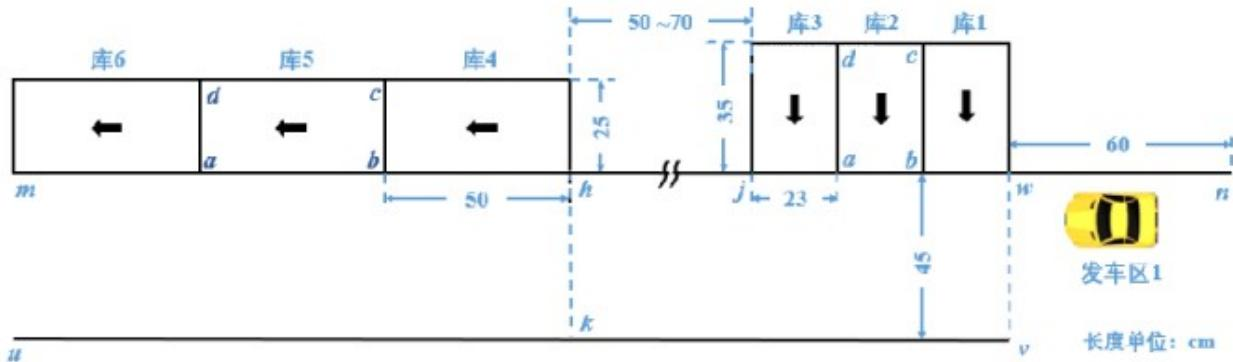
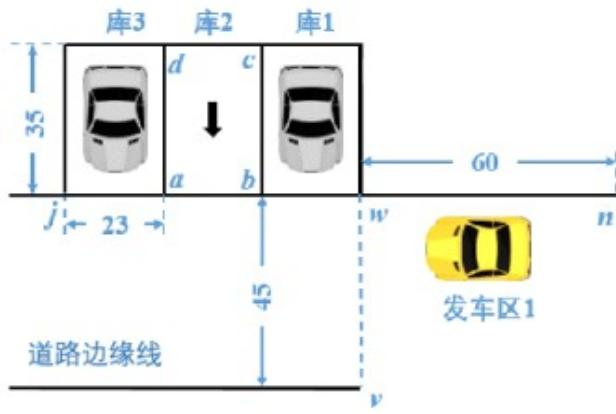
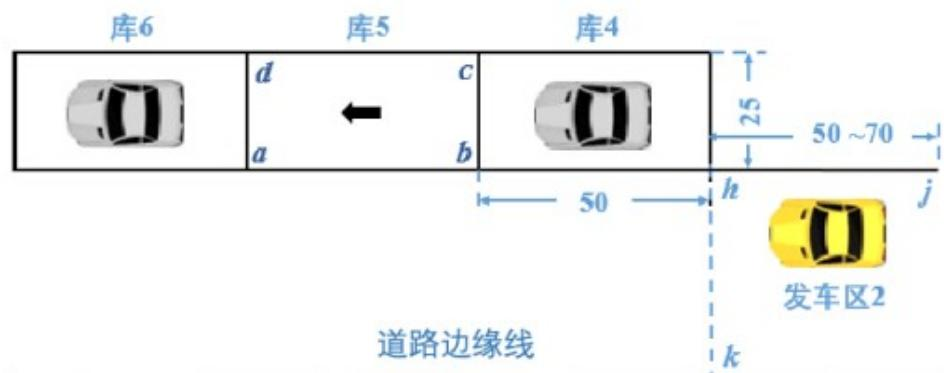

图 1 作品测试泊车场地示意图
图 2 倒车入库/出库区域示意图
图 3 侧方入库/出库区域示意图
设计制作具有自动泊车功能的电动车，可在图 1 所示的作品测试泊车场地上，分别独立完成“倒车入库/出库”或“侧方入库/出库”的单项操作，也可连续完成这两项入库/出库的操作。
- (1) 单项倒车入库/出库①：如图 2 所示，一键启动摆放在“发车区 1”内的电动车，电动车以“右侧垂直泊车方式”自动倒车进入库 2 内居中位置停车（详见图 2 中库区 abcd，此时库 1、库 3 内均停有车辆），倒车入库时间 T_1 越短越好 (T_1 定义见本题说明， $T_1 > 30s$ 的 T_1 测试项成绩记 0 分)。电动车在库内停车到位 5s 后，沿车头方向右转出库，车身整体出库时间不超过 15s。(20 分)
(2) 单项侧方入库/出库①：如图 3 所示，一键启动摆放在“发车区 2”内的电动车，电动车以“右侧平行泊车方式”自动泊入库 5 内居中位置停车（详见图 3 中库区 abcd，此时库 4、库 6 内均停有车辆），侧方入库时间 T_2 越短越好 (T_2 定义见本题说明， $T_2 > 30s$ 的 T_2 测试项成绩记 0 分)。电动车在库内停车到位 5s 后，沿车头方向出库，车身整体出库时间不超过 15s。（20 分）
- (3) 单项倒车入库/出库②：移除图 2 中库 1、库 3 内停放的车辆，逐条按照第（1）项要求，电动车完成“邻库无车”时的倒车入库/出库。（20 分）
- (4) 单项侧方入库/出库②：移除图 3 中库 4、库 6 内停放的车辆，逐条按照第（2）项要求，电动车完成“邻库无车”时的侧方入库/出库。（20 分）
- (5) 连续倒车与侧方入库/出库①：如果参赛者确认其作品能连续完成第（1）、（2）项功能要求，可直接测试本项，成功完成的将在第（1）、（2）项得分基础上加 5 分。此刻泊车场地（图 1）中的库 1、3、4、6 内均居中停有车辆。电动车自图 1 中“发车区 1”内一键启动泊车，按第（1）、（2）项要求，连续完成自动倒车及侧方入库/出库。（5 分）
- (6) 连续倒车与侧方入库/出库②：如果参赛者确认能够连续完成第（3）、（4）项功能要求，则直接测试第（6）项，成功完成的可在第（3）、（4）项得分基础上加 5 分。此刻同时移除泊车场地（图 1）中的库 1、3、4、6 内所有停放车辆，电动车自图 1 中“发车区 1”内一键启动泊车，按照第（3）、（4）项要求，连续完成自动倒车与侧方入库/出库。（5 分）
- (7) 其他（10 分）
- (8) 设计报告（20 分）
2) 测试场地：赛区测试电动车自动泊车的场地如图 1 所示，单项泊车场地（图 2、图 3）各为赛区测试场地（图 1）的一部分，赛区测试场地不标注蓝色字符和线段，直线段 hj 长度范围 $50\sim 70\text{cm}$ （具体长度由赛区决定）。倒库泊车的三个车库（库 1~3）长度均为 35cm 、宽度均为 23cm ；侧方泊车的三个车库（库 4~6）长度均为 50cm 、宽度均为 25cm 。图中长方形 $abcd$ 为泊车库，线段 ab 为“库口线”，线段 bc 、 cd 、 da 为“库边线”；线段 uv 与 mn 为道路边缘线， mn 与所有“库口线”重合。泊车场地应铺白纸，纸上的黑色实线用 1.8cm 左右宽度的黑色胶带粘贴而成。
3) 发车区 1：测试第（1）、（3）项及第（5）、（6）项要求的功能时，电动车应摆放于图 1 中“发车区 1”内，即车身右侧投影线距离直线段 mn 约 5cm ，车头投影线距离前方虚线段 wv 约 $5\sim 30\text{cm}$ ，测试时将随机调整该距离。
4) 发车区 2：测试第（2）、（4）项要求的功能时，电动车应摆放于图 3 中“发车区 2”内，即车身右侧投影线距离直线段 mn 约 5cm ，车头投影线距离前方虚线段 hk 约 $5\sim 30\text{cm}$ ，测试时将随机调整该距离。